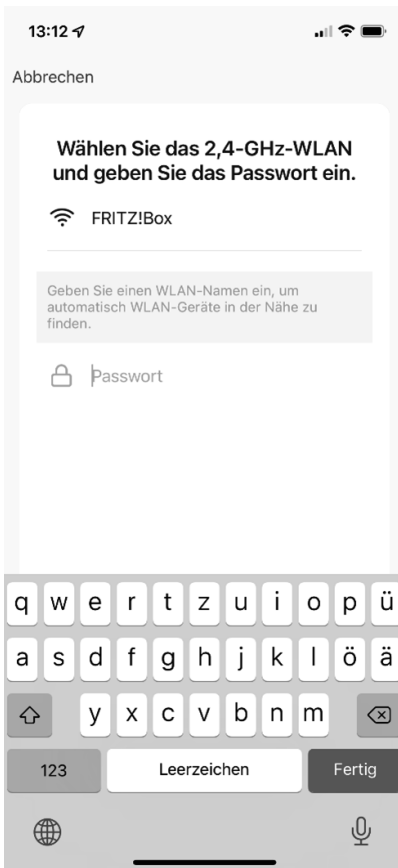

Abb. 3
- ▶ Geben Sie im nächsten Schritt das Passwort Ihres WLAN-Netzwerks ein (s. **Abb. 3**) und tippen Sie anschließend auf **WEITER**.